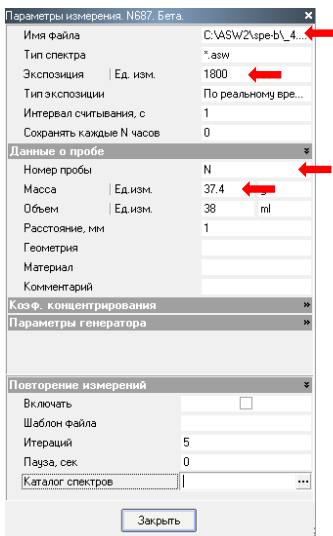

Рисунок 16. Окно «Параметры измерения».
- В выпавшем окне «Параметры измерения» указать имя файла и место его создания, экспозицию (1800 с.), номер пробы, массу (рисунок 16). Нажать кнопку «Закреть».